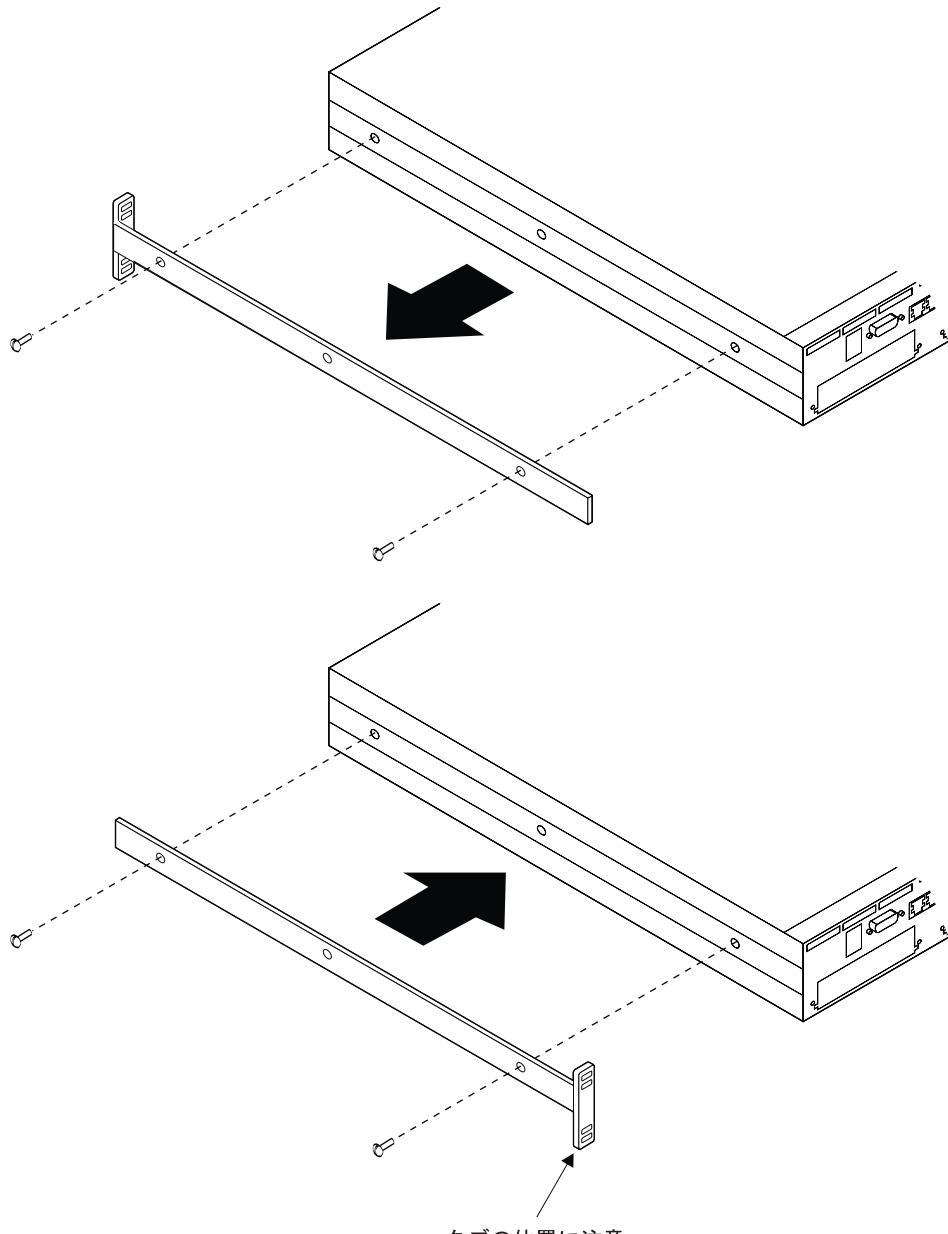

図4. ラック・マウント・ブラケットの回転
1. ドライバーを用い、図4に示されているように、8239の側面にマウント・ブラケットを固定している片側2個ずつのねじを、4個すべて取り外します。